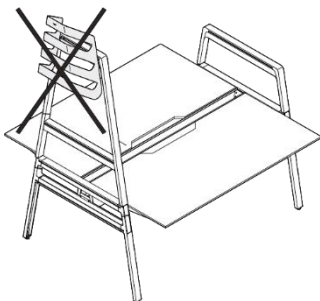

Рис. 33 Держатель скейтборда, недопустимый монтаж
- Верхнее положение высокой наставной скобы (см. Рис. 33).